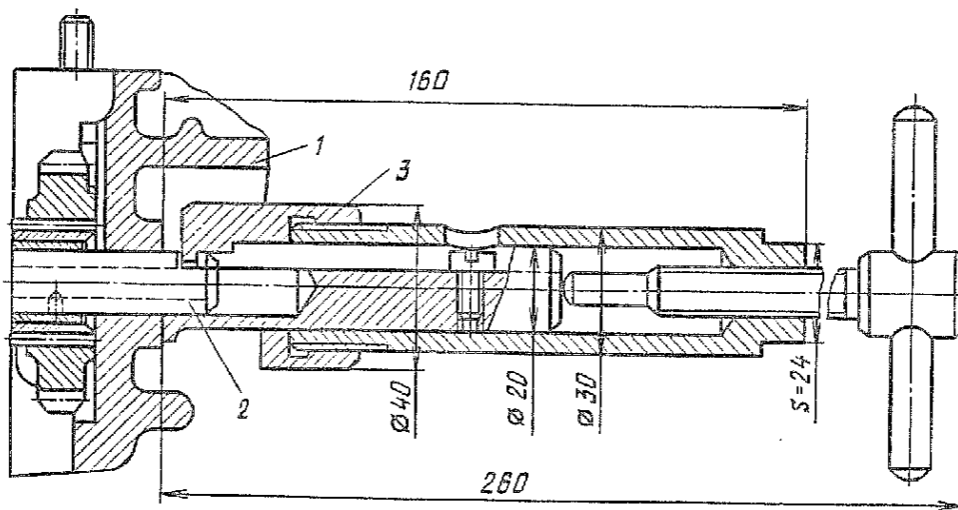

Рис. 135. Выпрессовка оси шлицевого вала:
1.36. Выпрессовать ось 2 (рис. 135) шлицевого вала из картера коробки передач (съемник оси шлицевого вала).